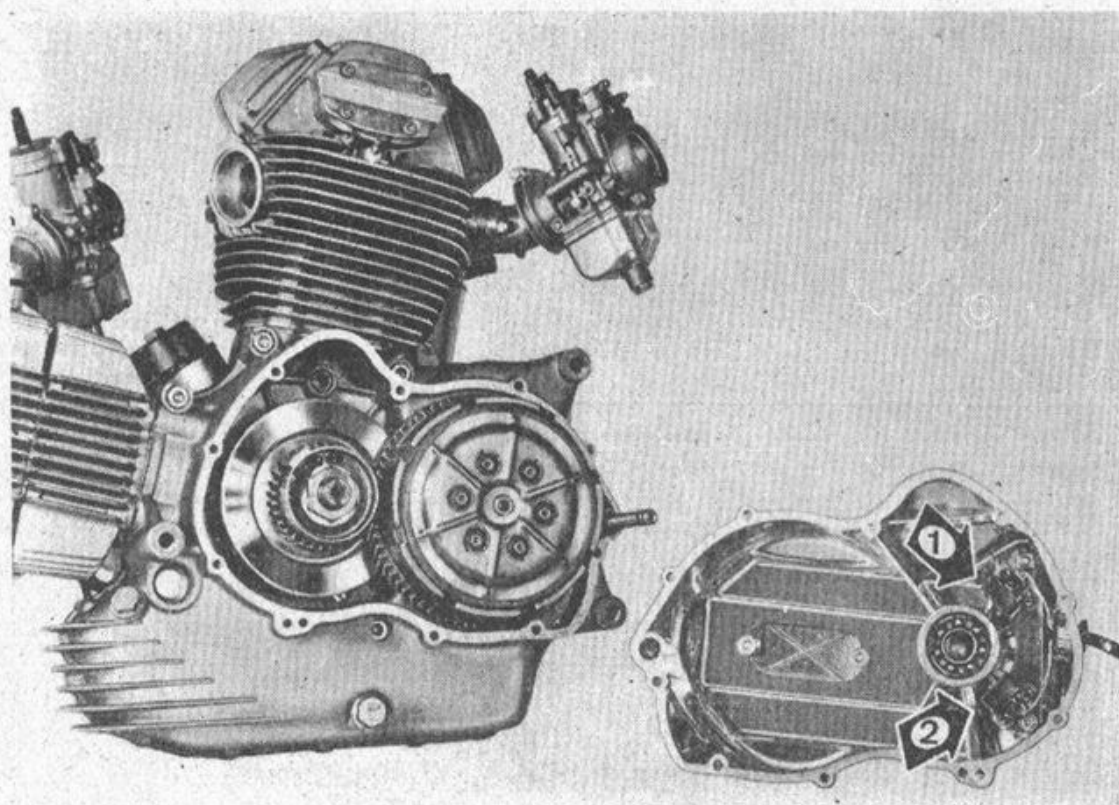

Fig. 12
I due pick-up già menzionati sono montati all'interno del carter motore, lato frizione, sfasati di 90° l'uno rispetto l'altro (vedi fig. 12 pos. 1 e 2).